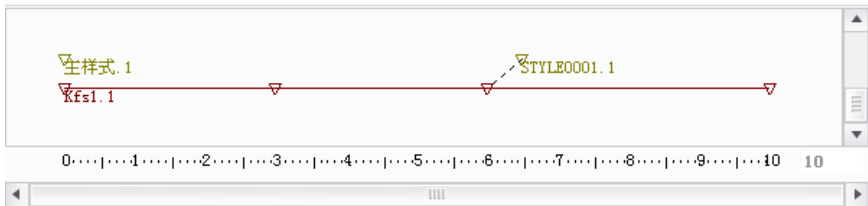

图 10.2.42 时间域
(2) 在对话框的时间一区内输入时间值 0.5，并从之后列表中选取一个参考事件 Kfs1.1:6 Snapshot3，动画将在该时间和参考事件后改变到该显示状态。
(3) 单击“定时样式”对话框中的应用按钮，定时显示事件 STYLE0001 出现在时间线中，如图 10.2.42 所示。